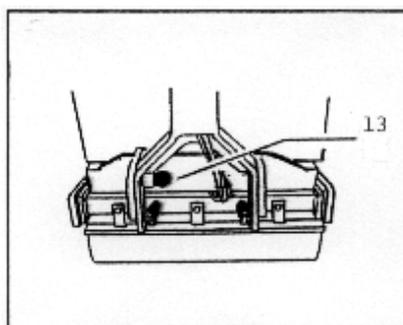

Fig. 5
**BULON DE BLOQUEO DEL CONTROL (13) FIG. 5**